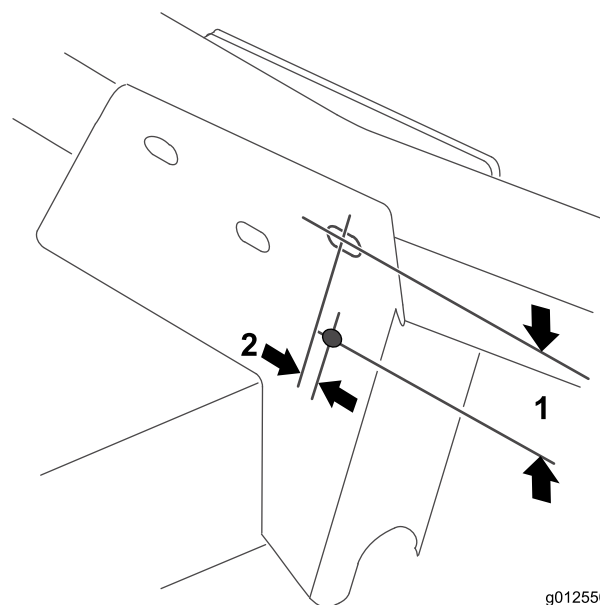

図 22
1. 図 22 に示す寸法に従って、右前キャスタームブラケットの両方の壁に、直径 8.7mm の穴を1つ開ける。